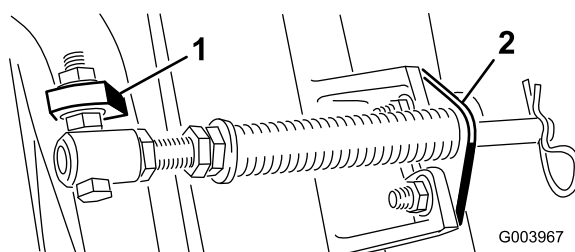

図 6
- C. スプリング・チューブのキャップスクリュを、反対側のキャリア・フレームのタブに取り付け、フランジ・ナットで固定する。図 6に示すように、キャップスクリュの頭部がタブの外側を向くように取り付けること。
- D. カッティングユニットのタブにロッド・ブラケットを取り付け、キャリッジ・ボルト2本とナットで固定する（図 6）。